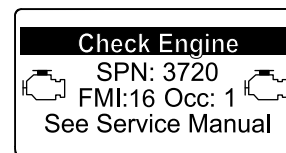

図 65
- エンジン警告 SPN 3720, FMI 16 図 65